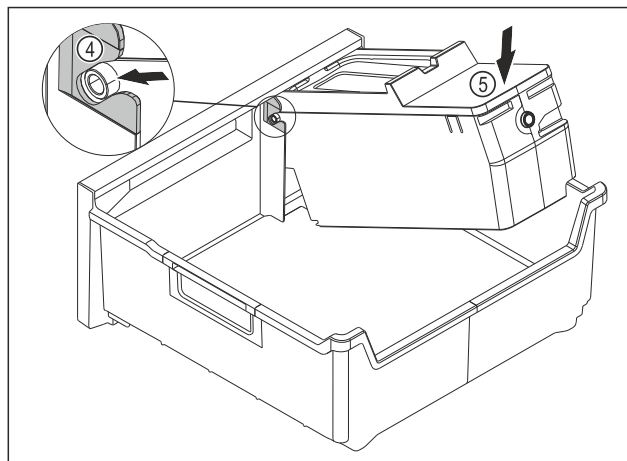

Fig. 147
- ▶ Montaż korpusu EasyTwist-Ice: Wsunąć osie korpusu EasyTwist-Ice w prowadnice Fig. 147 (4).
- ▶ Docisnąć korpus EasyTwist-Ice Fig. 147 (5) z tyłu do dołu.